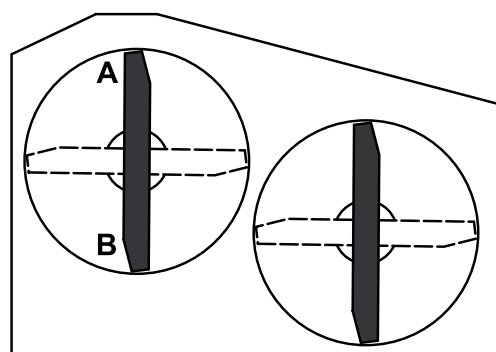

Figura 59
- Coloque una cuchilla en posición longitudinal. Mida en las posiciones **A** y **B** desde una superficie nivelada hasta el filo de corte de los extremos de la cuchilla (Figura 59).